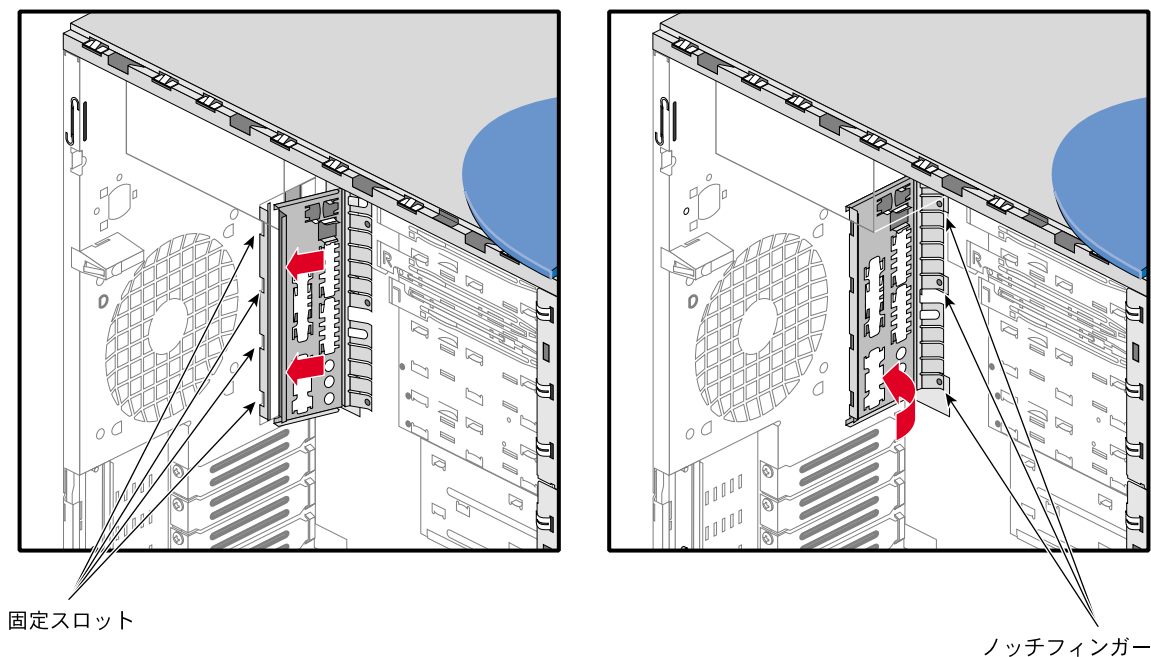

図2-26 I/Oパネルガasketの取り付け
2. 図 2-26 を参照して、I/O パネルガスケットの底部にある 3 個のノッチフィンガーの位置を確認します。
1. システムのI/Oパネル開口部にある4つの固定スロットの位置を確認します。固定スロットの位置については、図2-26を参照してください。
2. I/Oガasketの4つのくぼみを、I/Oパネル開口部の対応する固定スロットに挿入します。図2-26にその手順を図示します。